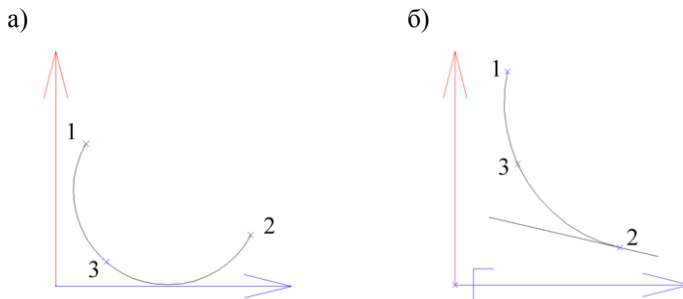

Рис. 4.18 Построение дуги по трем точкам
Построение дуги выполняется по трем заданным точкам, принадлежащим ей. Первая точка является начальной точкой (1). Вторая точка — это конечная точка (2). Третья точка (3) располагается на дуге между первой и третьей точками, см. рис. 4.18 стр. 143
Примечание. Опция “касательно к отрезку” позволяет определить конечную точку дуги, как точку касания к указанному отрезку, см. рис. 4.18 б)
*Диалог / Средняя точка: Указать среднюю точку дуги либо нажать Enter для ввода координат. Результат построения представлен на рис. 4.18 а), точки задаются в указанном цифрами порядке.